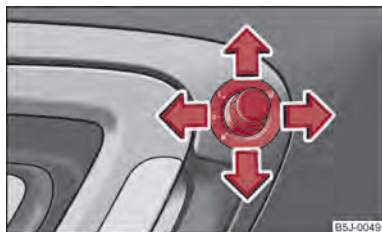

Fig. 33 Interno porta: manopola
- Portare la manopola in posizione ☞ ⇒ fig. 33.